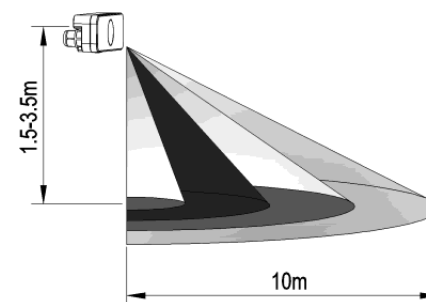

Figura 3
- . Ligar os cabos de alimentação ao sensor tal como está representado na figura 3.